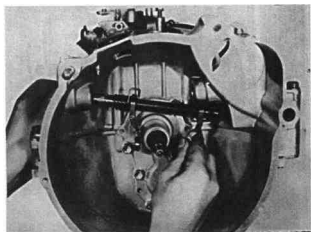

图 10-10
(4) 从变速器壳体上拆下离合器分离轴 (图 10-10)。